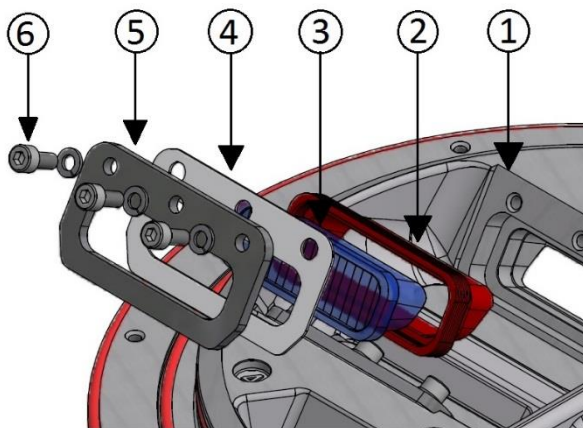

Figure 25 – Joints du prisme
- joints du prisme montés entre le couvercle et le prisme (Figure 25- n°2).